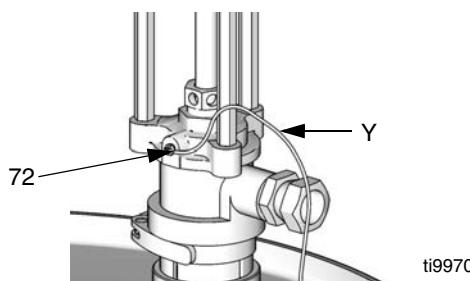

Рис.9
- 1 Насос: Соедините провод заземления (Y) с заземляющим винтом (72) и надежно затяните винт. См. Рис.9. Подсоедините другой конец провода к грунтовому заземлению. Обеспечьте соответствие всем национальным, региональным и местным электротехническим правилам и нормам.